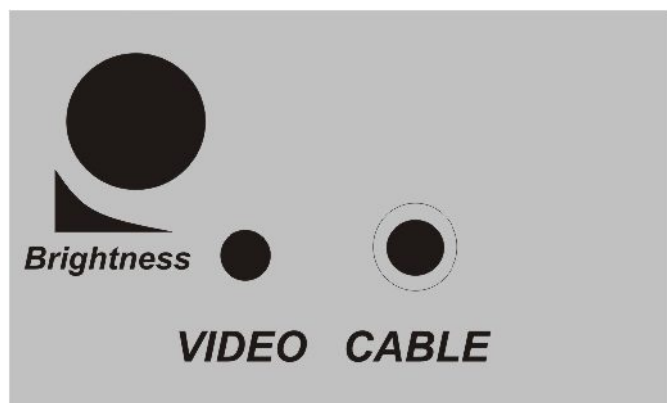

рис. 2
Блок управления осуществляет функции связи подводного модуля с источником питания и устройствами вывода/хранения информации, для чего оснащен соответствующими разъемами. Так же на нем установлен регулятор яркости светодиодных осветителей (см. рис. 2,3).
1.5.3. Возьмите из чемодана с блоком питания кабель связи (круглый металлический разъем с 3-мя отверстиями), вставьте его в катушку и защелкните. Второй конец кабеля связи подключите к разъему блока управления «кабель» (см. рис. 2).
1.5.4. При использовании внешнего монитора или видеозаписывающего устройства соедините видеокабель (разъем RCA “тюльпан”) со входом “видео” этого устройства (см. рис. 2).